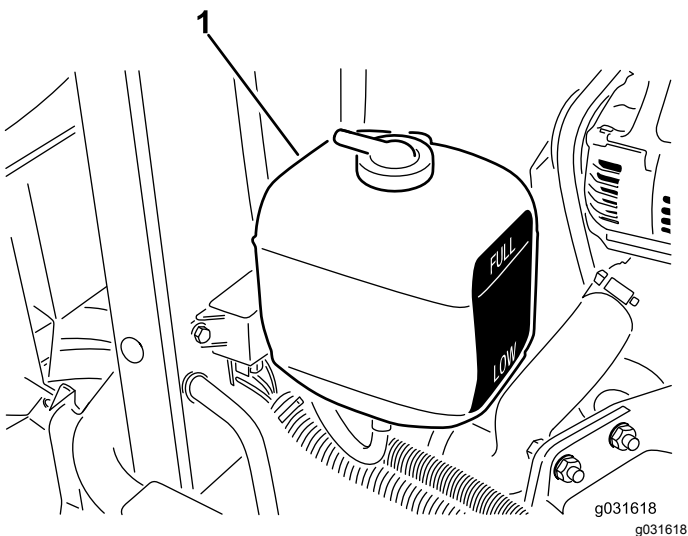

Bild 55
1. Prüfen Sie den Kühlmittelstand im Ausdehnungstank (Bild 55).